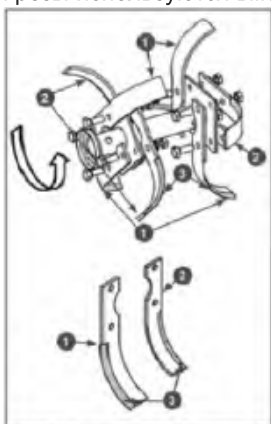

Рис. 7 Сборка правой фрезы
- Установите ножи фрез на квадратные фланцы осей фрез. Для примера на Рис. 7 показана сборка правой фрезы. В первую очередь на фланец устанавливаются правые ножи 1 (имеющие изгиб в сторону от коробки передач - вправо), затем устанавливаются левые ножи 2 (имеющие изгиб к коробке передач - влево) (Рис. 7).
- Закрепите ножи на фланце оси с помощью болтов и шайб с гайками (Рис. 7).
Ножи должны быть установлены так, чтобы лезвия 3 ножей врезались в землю при движении мотоблока вперед (Рис. 7).